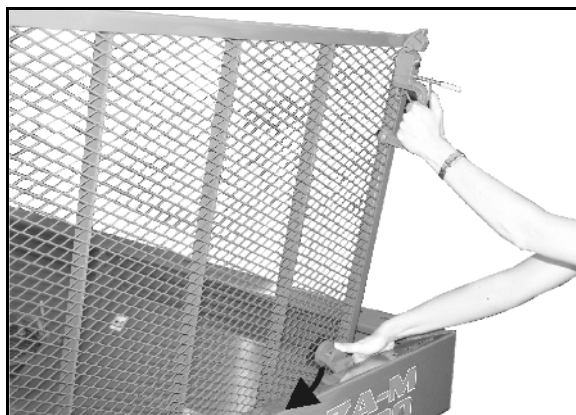

Рис. 18
3. Поднимайте защитную решётку, пока фиксатор не войдет в канавку на краю бункера (Рис. 18).
- Перед закрыванием защитной решетки нажмите на фиксатор (Рис. 18).